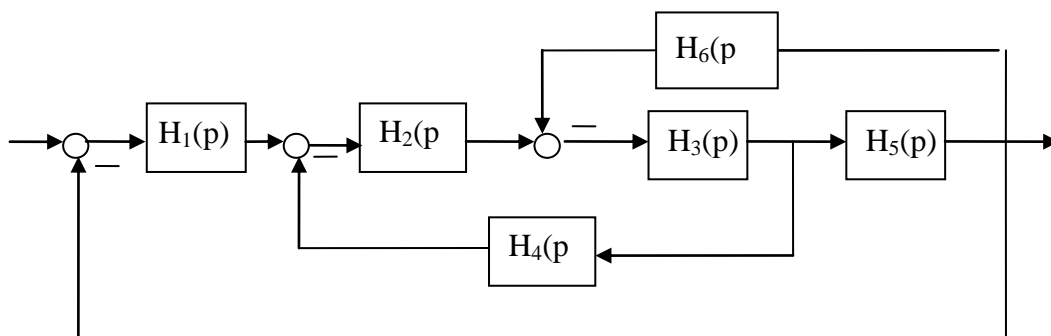

Рис. 1, где  $H_1(p)=k_1/(T_1p+1)$ ,  $H_2(p)=k_2/(T_2p+1)$ ,  $H_3(p)=k_3/p$ ,  $H_4(p)=k_4$ ,  $H_5(p)=k_5$ ,  $H_6(p)=k_6 \cdot p$ .
1. Выполнить структурное преобразование линейной системы (привести её к эквивалентной одноконтурной), которая приведена на рис. 1. Написать выражение для передаточной функции разомкнутой системы.
2. Для системы приведённой на рис.1 вычислить квадратичную интегральную оценку для переходной составляющей ошибки управления при единичном изменении эталона. При